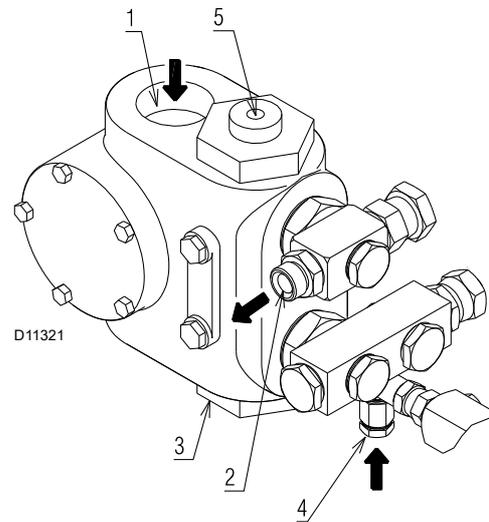

Abb. 21
- Damit sich die Pumpe (Abb. 21) selbst einschalten kann, muss die Schraube 4) gelockert werden, damit die Saugleitung entlüftet wird.
Falls die Pumpe geleert wurde, muss sie vor dem Anfahren über den Stopfen des Vakuummeters 3)(Abb. 21) mit Brennstoff gefüllt werden, andernfalls kommt es zum Festfressen.
Legende (Abb. 21)